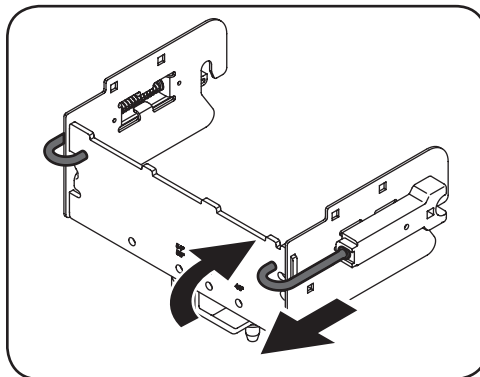

Figure 2-4
2. Tirez les goupilles en j et verrouillez-les en les retournant légèrement vers l'intérieur et en les relâchant derrière le support arrière. Consultez la Figure 2-4.